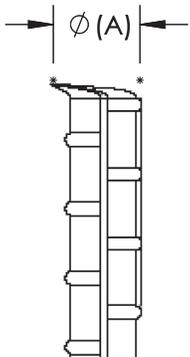

Figura 2
Paso 2: Asegúrese que la varilla esté libre de exceso de suciedad, hormigón y óxido. La deformación de corte de la varilla no debe superar los valores indicados en la Figura 2. Deformación excesiva de corte puede perjudicar la instalación correcta del sistema.
Tamaño de Varilla	Diámetro máximo de la deformación de corte (A), Figura 2